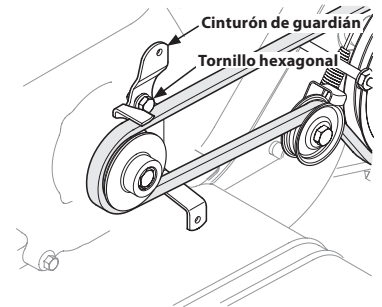

Figura 21
4. El uso de un 1/2" llave, retire el tornillo hexagonal de fijación del cinturón de guardián en el motor. Vea la Figura 21.